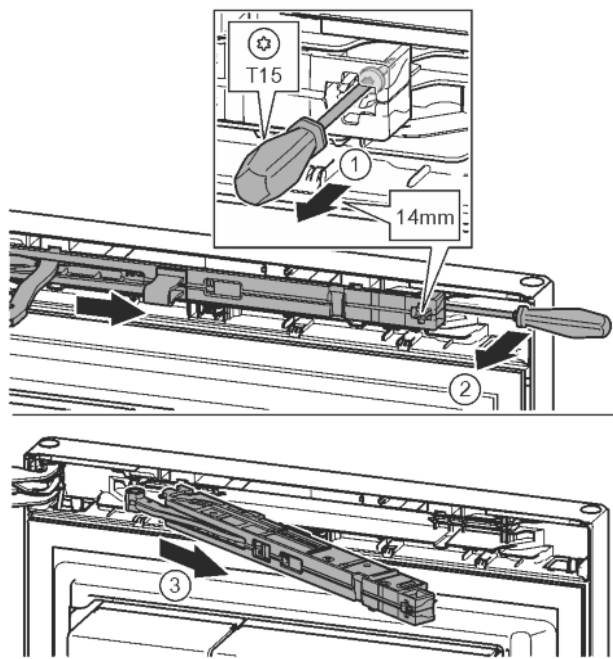

Fig. 10
- Desserrer la vis de l'amortisseur de fermeture de 14 mm environ avec un tournevis T15. *Fig. 10 (1)*
- Avec un tournevis, accéder à la partie postérieure de l'amortisseur de fermeture du côté de la poignée et faire pivoter en avant. *Fig. 10 (2)*
- Sortir l'amortisseur de fermeture. *Fig. 10 (3)*